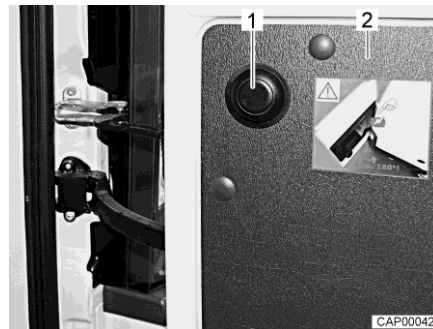

Fig. 20 Bouton-poussoir pour annuler la limitation
- Ouvrir à fond la porte arrière (Fig. 20,2).
- Appuyer sur le bouton-poussoir (Fig. 20,1) maintenir la porte arrière et continuer de l'ouvrir avec précaution.